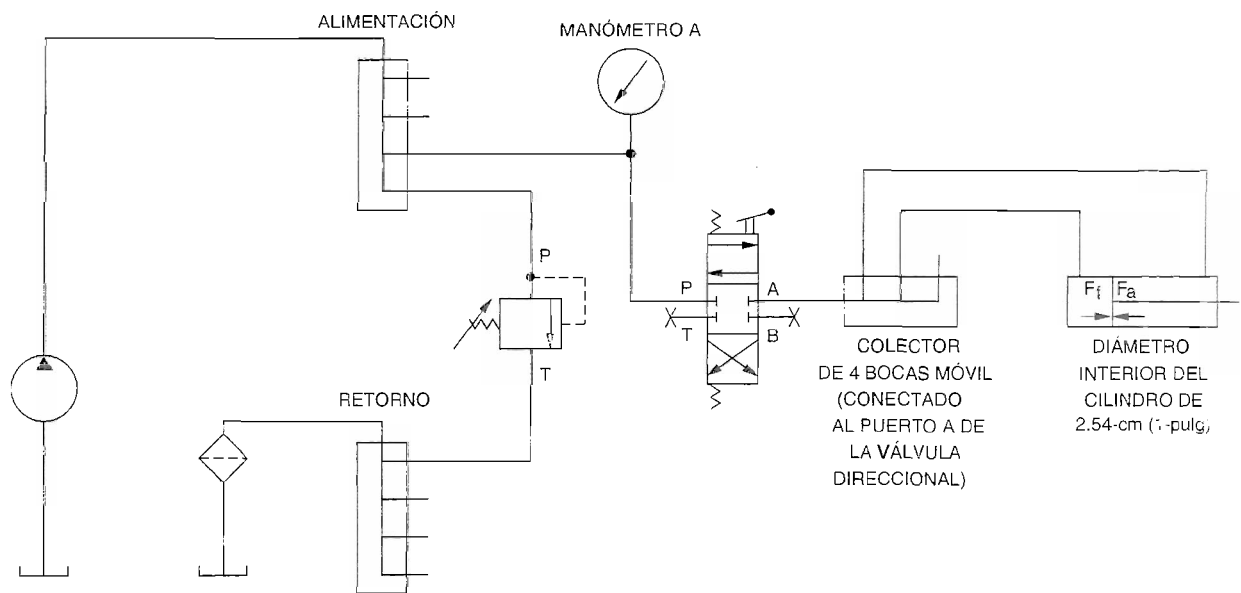

Figura 2-19. Aplicando presión igual en ambos lados de un pistón.
16. Conecte el circuito mostrado en la Figura 2-19. Utilice el cilindro con diámetro interior de 2,54 cm (1 pulg).
Nota: Si el vástago del cilindro de 2,54 cm (1 pulg) de diámetro interior no está completamente retractado, no conecte el circuito de la figura 2-19. En cambio conecte el circuito de actuación del cilindro mostrado en la figura 2-10. Abra por completo la válvula de alivio (gire totalmente la perilla en el sentido antihorario) y después encienda la unidad de alimentación. Accione la palanca de la válvula de control direccional para retractar completamente el vástago del cilindro, luego apague la unidad de alimentación y desconecte el circuito. Ahora conecte el circuito de la figura 2-19.
- 17. Examine el circuito de la Figura 2-19. Este circuito aplica una presión igual a los lados total y anular del pistón. Sin embargo, el área del pistón disponible para que la presión actúe es menor en el lado anular debido a que el vástago del cilindro cubre una porción del pistón. Dado que la fuerza es igual a la presión multiplicada por el área, determine cuál lado del pistón desarrollará la mayor fuerza.